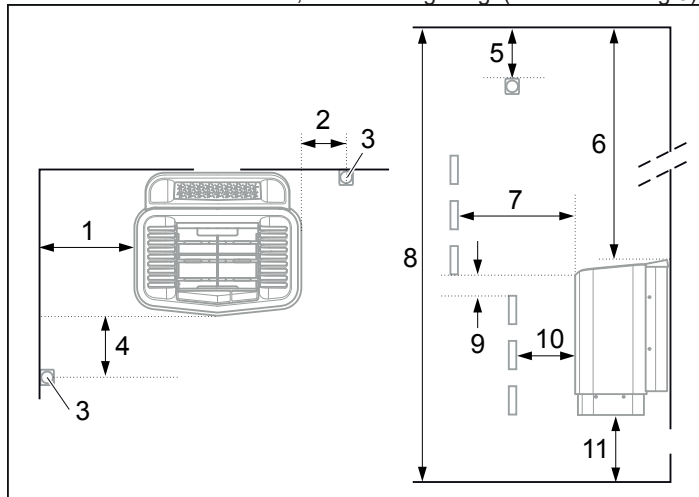

Abbildung 3: Positionierung der Heizung - normale Installation
- Positionieren Sie die Heizung in sicherem Abstand zum Boden, zu den Seitenwänden und zu Innenrauminstallationen (siehe Abbildung 3).
Positionieren Sie den Sensor, wie im Bild gezeigt (siehe Abbildung 3).